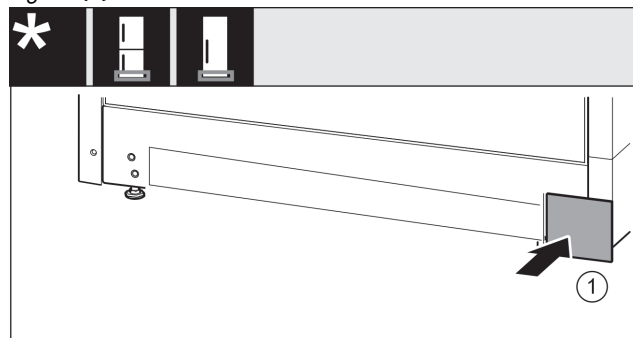

Fig. 17
- ▶ Osłonę założyć ponownie z drugiej strony. Fig. 17 (1)